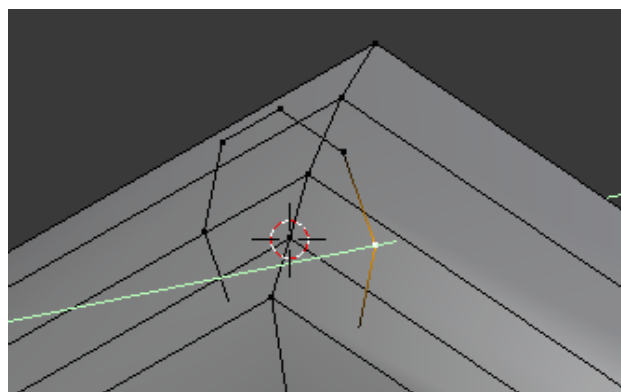

Figura 5.158
16. Insira um octógono e desloque os seus vértices até à superfície da malha base, à semelhança do procedimento adoptado para inserir os orifícios na malha do capot, figura 5.158.